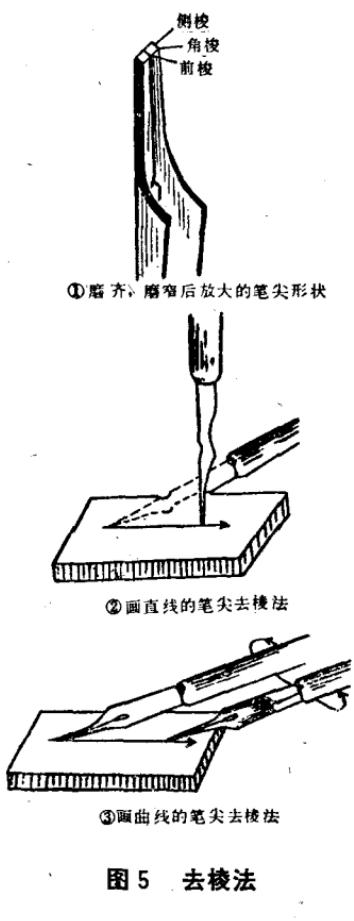

图 5 去棱法
经过修齐尖端和修磨两侧，仅使两钢片的长短、宽窄达到了一致，但画线仍不光滑，还必须去掉笔尖的棱角。这种棱角，用眼睛难以看出，一般根据画线的要求去前棱或侧棱，如作为画直线用的笔尖，一定要去掉前棱。将笔尖倾斜约 45° 角放在油石面上，凹面朝下，用由小到大的角度轻轻动荡磨之（如图5—②），这样反复2—3次之后试画线条，检查质量，如不刮纸，证明前棱已经修去。
拉边转动笔杆，至笔尖旋转到右侧达于油石面为止，然后再反方向，边拉边转动笔杆（如图 5—③），以此轻轻反复 2—3 次即可。在拉转笔杆的同时，使笔杆的角度由小到大加以变化，以使笔尖呈现圆滑的“手指尖”状，方能在各种角度下画线光滑。